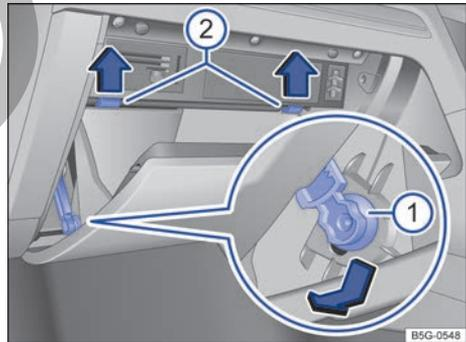

Fig. 201 Tapa de la caja de fusibles del tablero de instrumentos: vehículos con el volante a la derecha, en el lado del acompañante. ▶
- Abra la guantera y, dado el caso, vacíela → fig. 201.
- Desplace el elemento de frenado → fig. 201 ① en el orificio del soporte hacia abajo y extráigalo hacia un lado.
- Presione los pivotes tope → fig. 201 ② hacia arriba, en el sentido de las flechas, y al mismo tiempo abra aún más la guantera.
- Para *montar* la guantera, sitúela en la posición adecuada. Introduzca el elemento de frenado en el orificio del soporte y desplácelo hacia arriba hasta que oiga que ha encastrado. Presione la guantera con cuidado hacia delante, superando la resistencia que oponen los pivotes tope → fig. 201 ②.